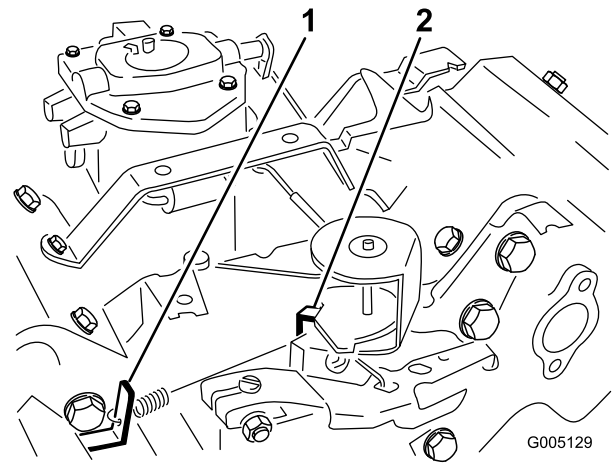

Figura 48
3. Dobre o batente da mola de velocidade intermédia (Figura 48) até obter uma velocidade de 1650 $\pm$ 100 rpm. Verifique a velocidade com um tacómetro.
5. Desloque a alavanca do regulador para a posição Fast (rápido). Dobre o batente da mola de velocidade elevada (Figura 48) até obter uma velocidade de 2850 $\pm$ 50 rpm.